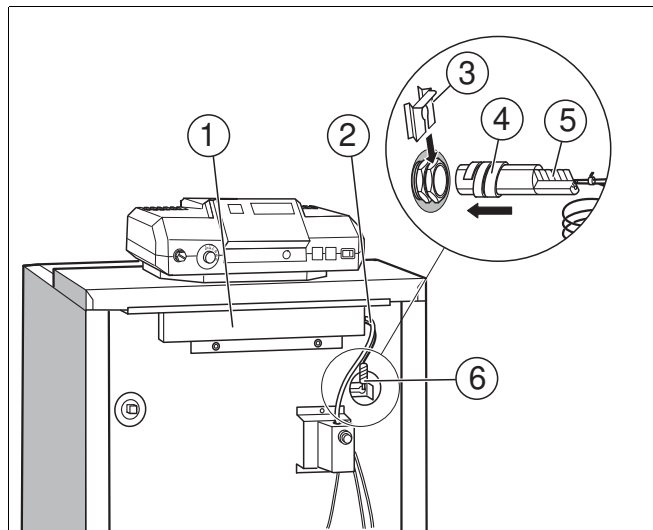

Рис. 12 Передняя крышка котла
- Снять крышку ниши для кабеля (Рис. 12, поз. 1).
- Провести капиллярные трубки температурных датчиков и, для системы управления серии Logamatic, провод датчика температуры котловой воды под передней крышкой котла вперед к месту замера (Рис. 12, поз. 2). Провода при этом разма-тывать только на необходимую длину.
- Провести провод горелки (Рис. 12, поз. 3) под передней крышкой котла назад к подключению системы управления.
- Температурный датчик вставить до упора в гильзу (Рис. 12).
- Пластмассовая спираль (Рис. 12, поз. 4) автоматически сдвигается назад. Компенсационная пружина (Рис. 12, поз. 5) должна быть вставлена в гильзу.
Надеть фиксатор датчиков (Рис. 12, поз. 6; поставка с системой управления) сбоку или сверху на оголовок гильзы (Рис. 12, см. стрелку).